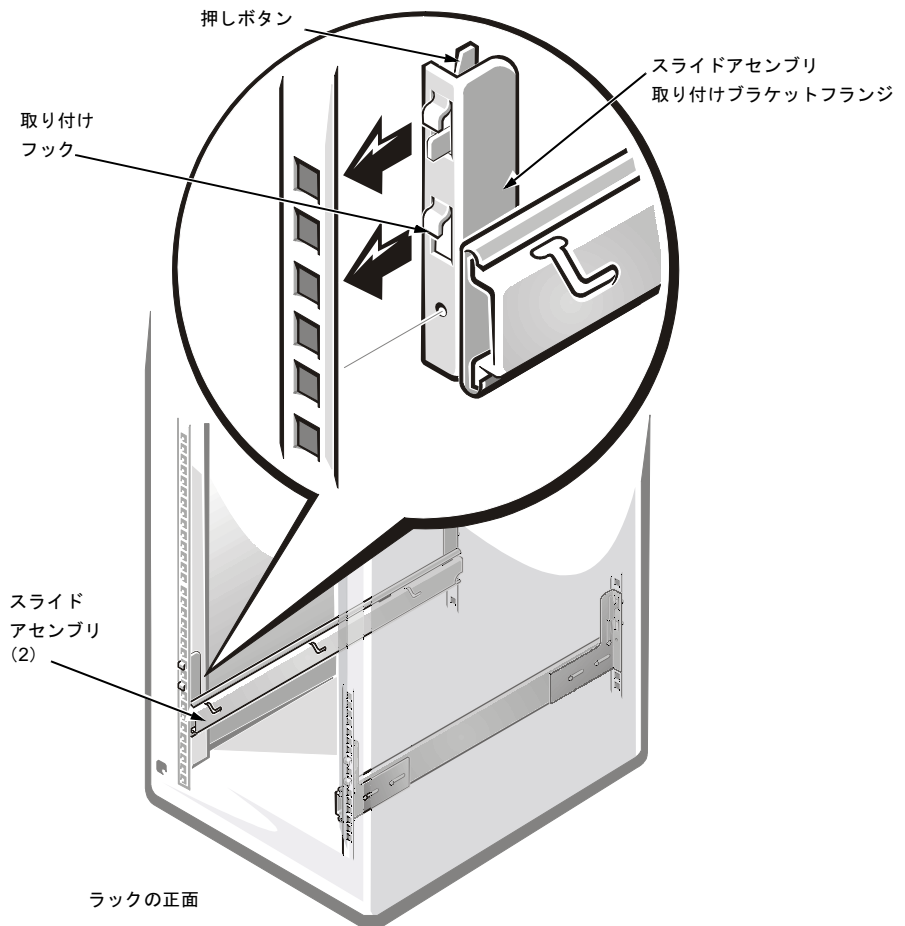

図 2-8 スライドアセンブリの取り付け
| 図 2-8 | スライドアセンブリの取り付け | 2-10 |
4. ラックキャビネットの前面で、取り付けブラケットのフランジがラックにつけたマーキングまたはテープの間に収まるように、テンプレートの上端および下端にマーキングしてスライドアセンブリの 1 つを位置決めします（図 2-8 参照）。
5. スライドアセンブリの前側にあるスライドアセンブリ取り付けブラケットフランジを、正面縦レールの四角い穴と位置を合わせます (図 2-8 参照)。